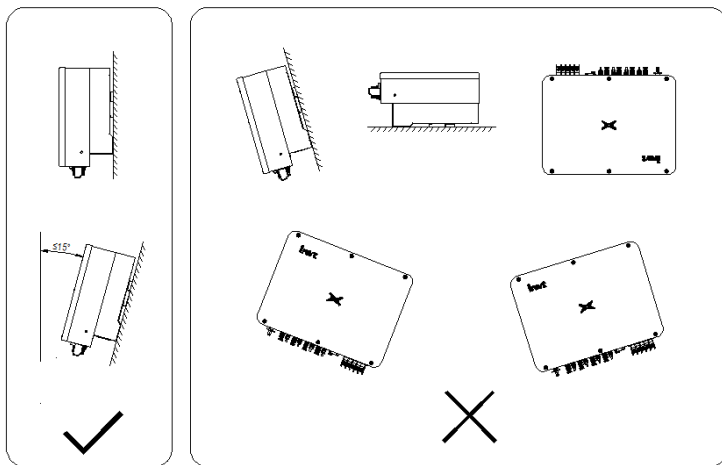

图 4.6 逆变器安装位置
(4) 安装表面应垂直于水平线, 如图 4.6 所示。请将逆变器竖直或后仰 $\leq 15^\circ$ 安装, 以利于机器散热。不可将逆变器前倾、水平、倒置、后仰过大以及侧倾安装。